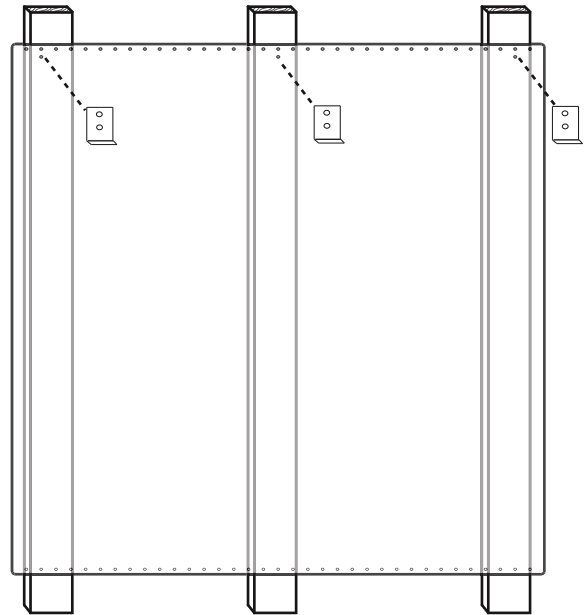

Figure 16 : Dossieret de protection avec étagère garde-chaud
3. À l'endroit indiqué sur la *Figure 16* fixez les supports inférieurs fournis avec l'étagère garde-chaud à travers le dossieret de protection, dans les montants de cloison.